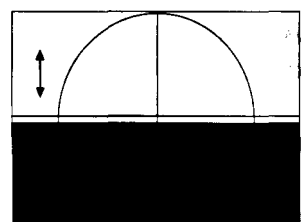

Bild 1
- b) Stellen Sie das Gittermuster so ein, daß Sie die mittlere Linie des Gittermusters mit der oberen Kante der schwarzen Fläche in Deckung bringen. (Bei dieser Einstellung wird der untere Bildschirmbereich dunkel getastet) (Bild 1).